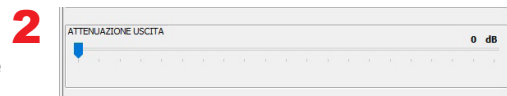

Fig. 59
Nella sezione ATTENUAZIONE USCITA (2) è presente un cursore che permette di regolare in tempo reale il livello RF di uscita del gruppo dei canali selezionato (fig. 59).